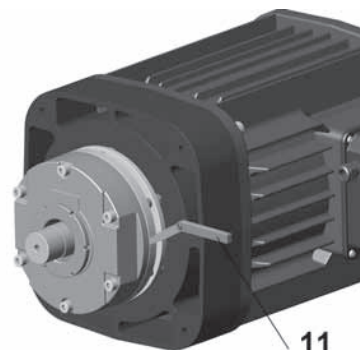

fig. 152
9. Rimontare la griglia -4- avvitando completamente le quattro viti -6- (fig. 152).